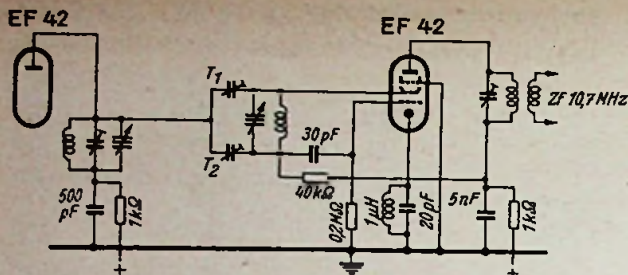

Bild 6. Die Vorstufe ist über die beiden Trimmer  $T_1$  und  $T_2$  angekoppelt
Unten: Bild 6. Abmessungen und Sockelschaltungen der Philips-Fotozellen
**Bild 6.** Die Vorstufe ist zwischen den beiden hintereinandergeschalteten Trimmern T1 und T2 angekoppelt. Die Einstellung ist etwas schwierig, weil der Ankopplungspunkt frei von Oszillator-Spannung sein soll und beide Trimmer zusammen als Paralleltrimmer zum Oszillatorkreis benutzt werden. Diese Schaltung ist empfehlenswert, wenn die Anfangskapazität des Oszillators niedrig sein muß, z. B. bei Erfassung eines größeren Frequenzbereiches, oder wenn die Oszillatorfrequenz niedriger als die Empfangsfrequenz gewählt wird.